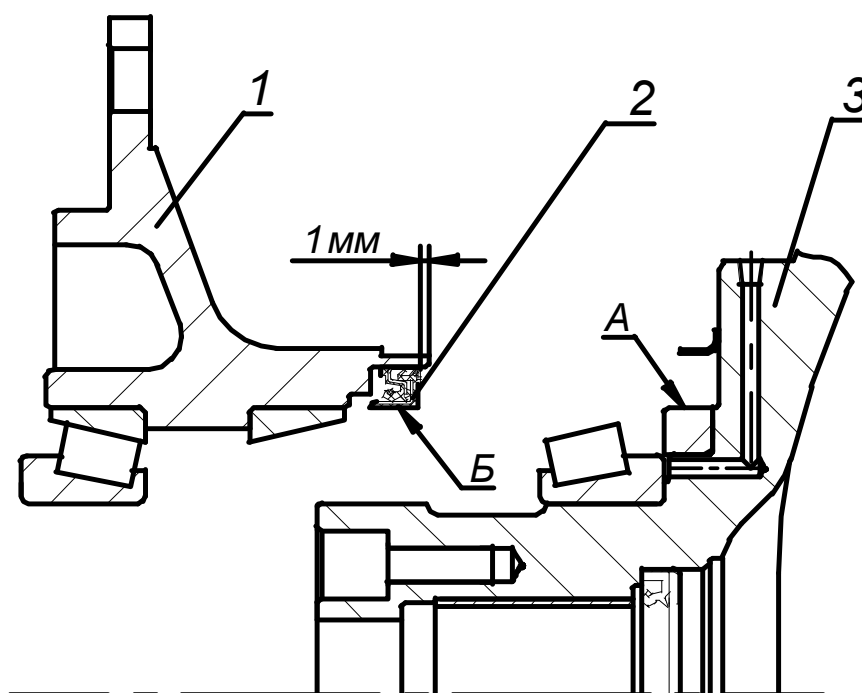

Рис.5.12
Кассетная манжета (2), (рисунок 5.12), запрессовывается при помощи оправки в ступицу (1) на глубину не более 1мм.
Перед сборкой ступицы (1), (рисунок 5.12), и кулака (3) необходимо поверхности «А» и «Б» обезжирить раствором спирта.
Для исключения повреждения манжеты (2), (рисунок 5.12), при сборке, перекося ступицы (1) относительно кулака (3) не допускается.